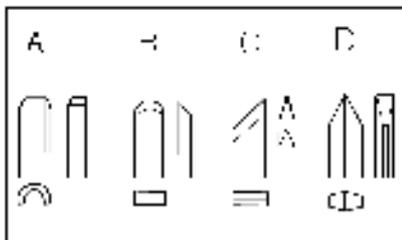
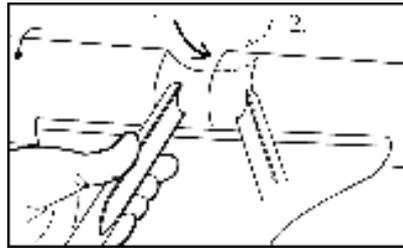
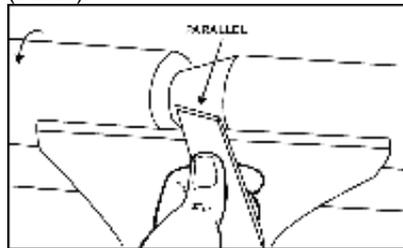

Рис. 6
Рис. 7
Рис. 8
**Трубчатый резец (А, рис.6)** Самый важный инструмент для токарной обработки. Применяется для черновой обработки, для вытачивания чаш и тарелок и для вытачивания шеек (Рис.7).
**Шабер (В, Рис.6).** Применяется для наружного и внутреннего калибрования, а также для удаления следов обработки.
**Косой резец (С, Рис.6).** Применяется для проточки V-образных канавок, для наружного калибрования и для токарной обработки торцов древесины. Режущая кромка устанавливается параллельно направлению реза (Рис.8).
**Отрезной резец (D, Рис.6).** Применяется для прямой врезки в заготовку, например при затыловке и отрезке. Может применяться также как шабер и для получения нужного диаметра.